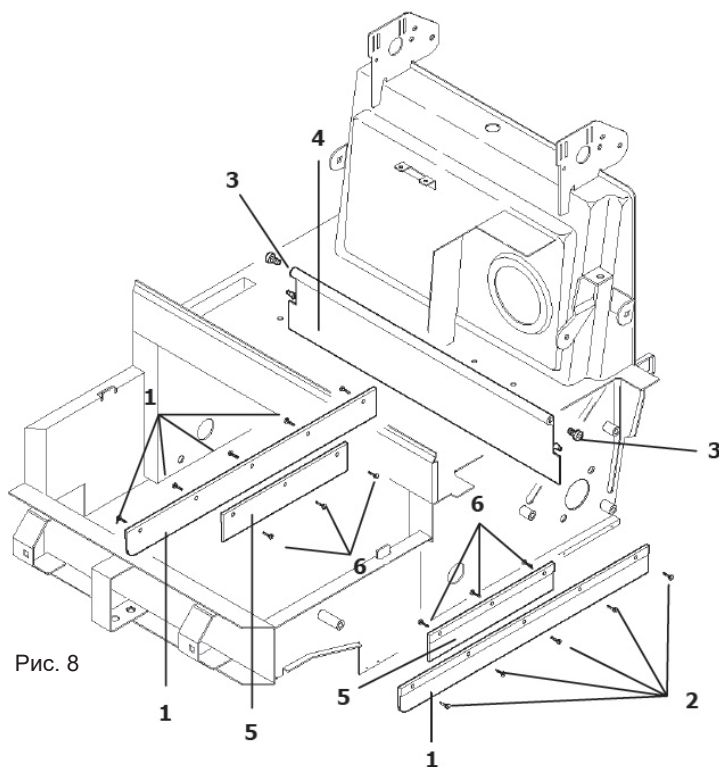

Рис. 8
Для замены боковых щитков (поз. 1 рис. 8) снимите задние колеса. Открутите винты, крепящие заслонки к шасси (поз. 2, рис. 8), и замените их на новые.
Чтобы заменить внутренние боковые заслонки (поз. 5, рис. 8), поднимите переднюю часть машины и открутите винты (поз. 6, рис. 8), которые крепят заслонки к шасси. Замените заслонки на новые.
- Открутите два штифта крепления заслонки (поз. 3, рис. 8) на обеих сторонах шасси.
- Удерживая заслонку (поз. 4, рис. 8), потяните ее к наружному краю машины.